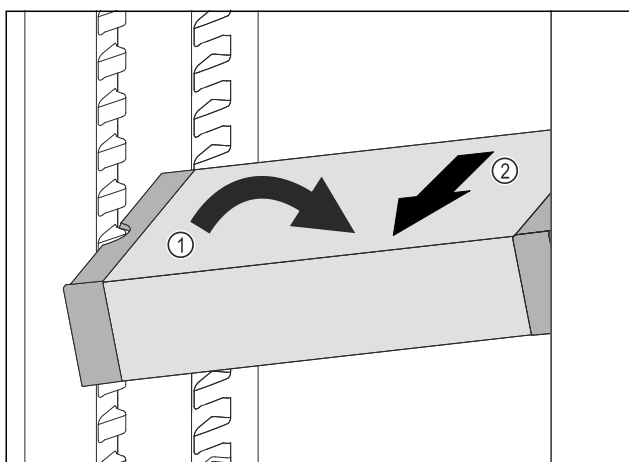

Fig. 114
- ▶ Наклонете VarioSafe в хладилната част. Fig. 114 (1)
- ▶ Извадете VarioSafe напред. Fig. 114 (2)